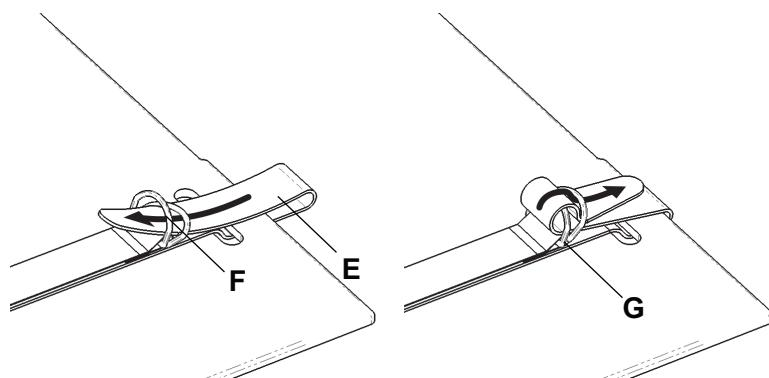
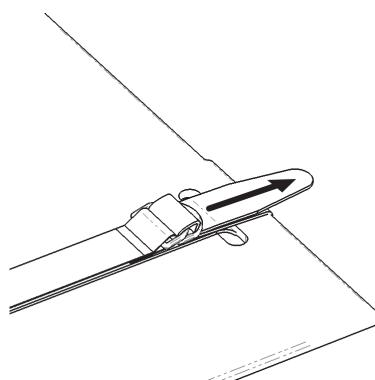

Figure 2 – sangle d'arrimage
Figure 3 – Tirer la sangle d'arrimage
9. Passer la sangle d'arrimage (E) à travers les anneaux en D (F), (Figure 2).
10. Passer la sangle d'arrimage entre les anneaux en D (G) en formant une boucle (Figure 2). Tirer la sangle d'arrimage jusqu'à ce qu'elle soit bien fixée (Figure 3).